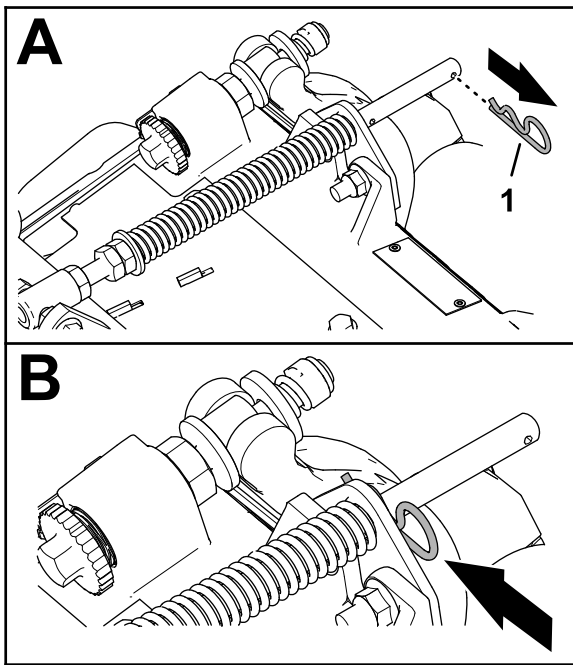

**Figura 12**
1. Si la chaveta está instalada en el orificio trasero de la varilla de compensación del muelle, retire la chaveta e introdúzcala en el orificio situado junto al soporte (Figura 12).